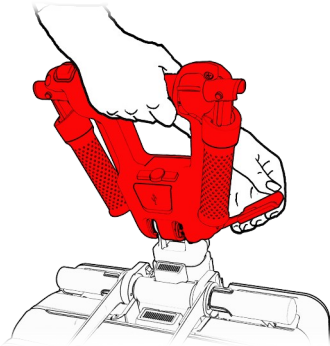

Figura 49
1. Asegúrese de que el manillar esté asegurado en posición vertical (vea la Figura 49).